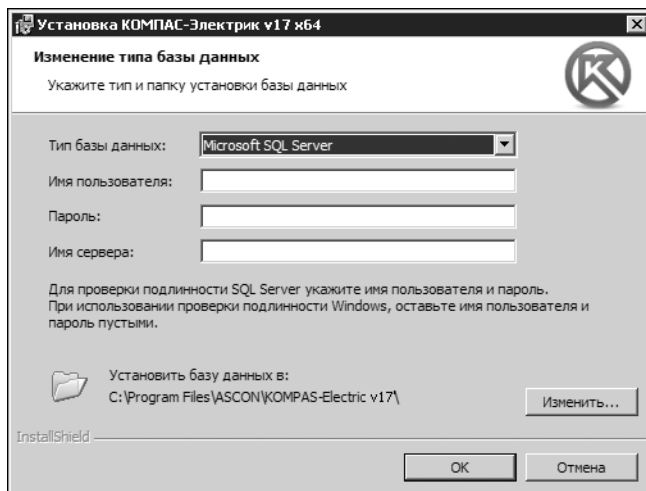

Рис. 0.3. Изменение типа базы данных
3. В открывшемся диалоге **Изменение типа базы данных** (рис. 0.3 на с. 30) выберите из списка тип СУБД. Введите данные, в зависимости от выбранного типа СУБД.